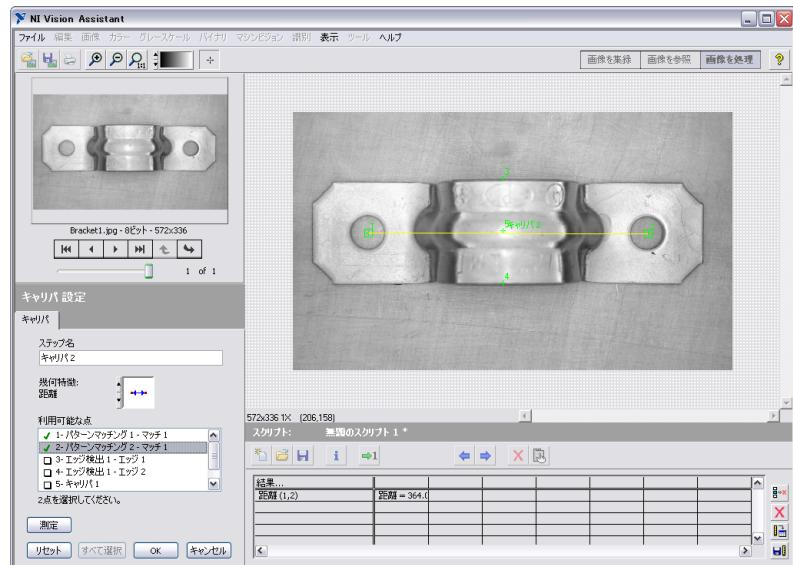

図 4-7 キャリバ関数でブラケットの距離を検出する
9. **測定**をクリックして、ブラケットの穴間の距離が計算されます。距離測定値が、結果表に追加されます（図 4-7）。